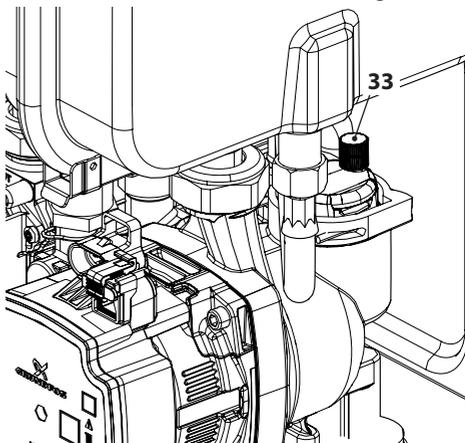

Figura 9.11
- Per facilitare lo svuotamento, svitare il tappo **33** della valvola di sfiato automatica in Figura 9.11.